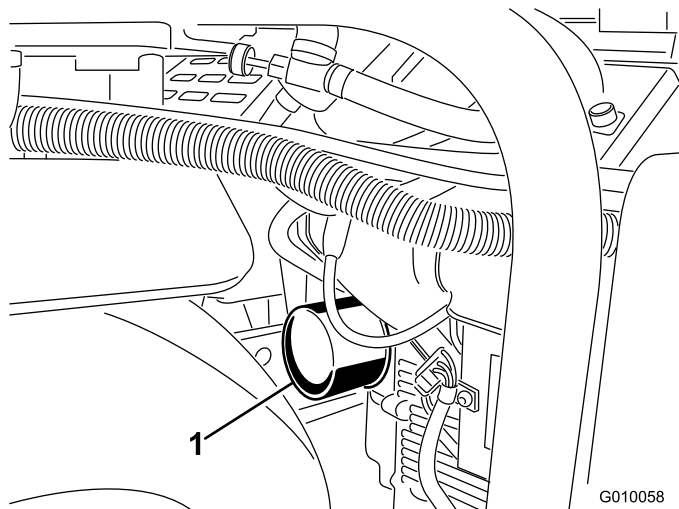
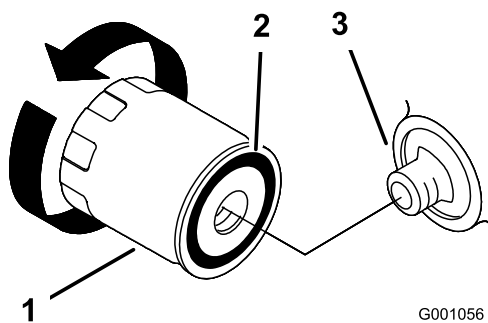

Bild 48
Bild 49
6. Stellen Sie eine flache Auffangwanne oder legen Sie einen Lappen unter den Filter, um auslaufendes Öl aufzufangen (Bild 48).
7. Entfernen Sie den Altfilter (Bild 48 und Bild 49) und wischen Sie die Dichtfläche am Anbaustutzen ab.